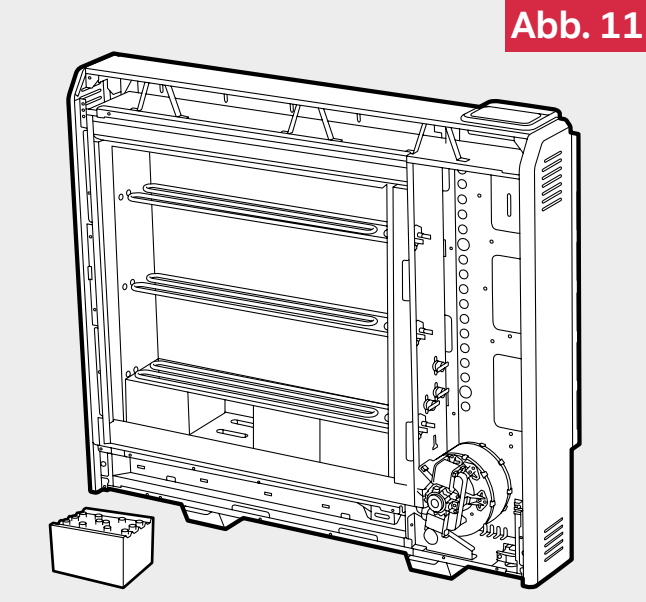

Abb. 12
12. Legen Sie die zweite Reihe der Formsteine auf die erste, aber dieses Mal müssen die Formsteine umgekehrt stehen, damit die Rillen über den Elementen positioniert sind. (**Abb. 12**)